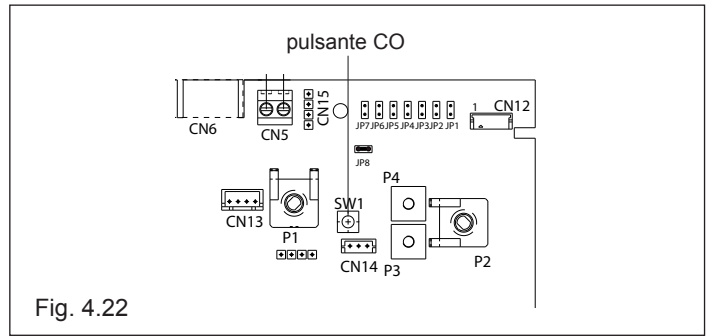

Fig. 4.22
Utilizzando il cacciavite fornito a corredo (fig. 4.18), premere il pulsante CO (fig. 4.22). Il valore viene confermato ed i tre led si accendono fissi per circa 4 sec. Quando i led tornano a lampeggiare è possibile passare alla taratura del parametro successivo.
Utilizzando il cacciavite fornito a corredo premere il pulsante CO (fig. 4.22). Il valore viene confermato ed i tre led si accendono fissi per circa 4 sec. Quando i led tornano a lampeggiare è possibile passare alla taratura del parametro successivo.
Modo B) visualizzare sul display il valore impostato: icona  presente durante la taratura di lenta accensione. Utilizzando il cacciavite fornito a corredo premere il pulsante CO (fig. 4.22). Il valore viene confermato ed i tre led si accendono fissi per circa 4 sec. Quando i led tornano a lampeggiare è possibile passare alla taratura del parametro successivo.
- Premere una volta il pulsante "CO" (fig.4.22)
Utilizzando il cacciavite fornito a corredo, confermare il valore impostato premendo il pulsante CO (fig. 4.22); i led verde e rosso si accendono fissi per circa 4 secondi e la scritta **ADJ** si accende sul visualizzatore, quando presente, fino al termine della procedura. Terminare la procedura rimuovendo il jumper JP1 per memorizzare i valori così impostati.